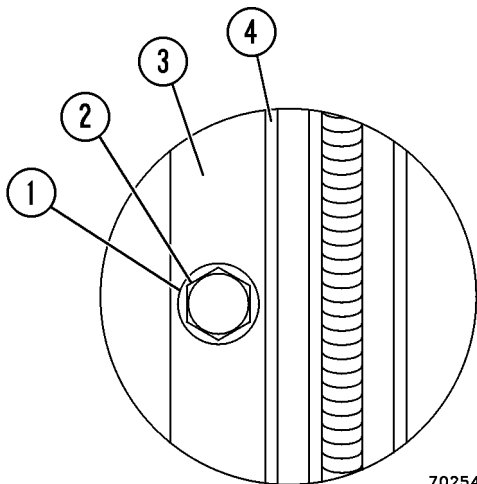

FIGURA 2-3. AJUSTE DEL POSTE LATERAL DE LA PUERTA
- Marque la ubicación de la arandela (1, Figura 2-3) del perno del poste lateral de la puerta con un marcador o lápiz rodeando el borde exterior de la arandela en el poste lateral.
- Suelte el perno del poste lateral de la puerta (2) y muévelo hacia dentro 1,5 mm (1/16 in) y vuelva a apretarlo.
- Coloque un pedazo de papel entre el punto donde el sello de la puerta (4) hará contacto con el revestimiento de la cabina y cierre firmemente la puerta.